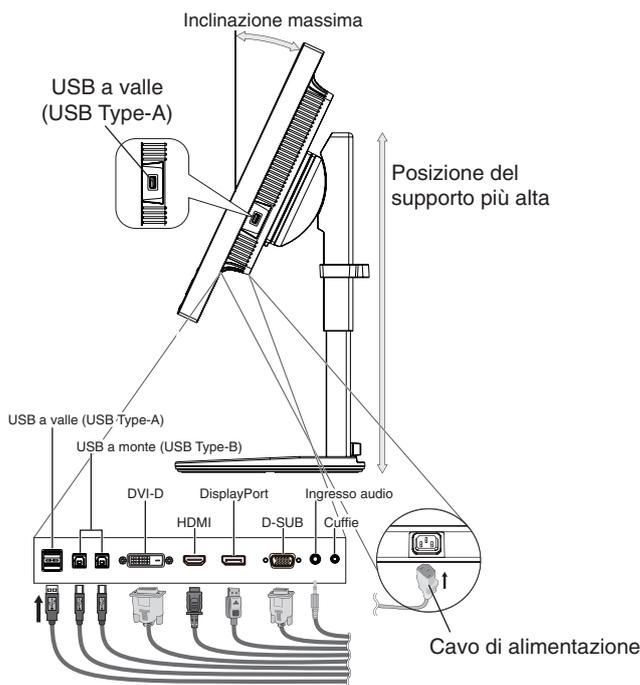
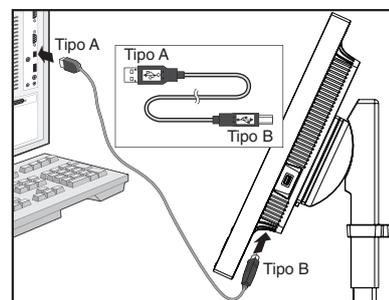

Figura C.1
Figura C.1a
4. Collegare tutti i cavi ai connettori appropriati (**Figura C.1**). Utilizzando un cavo USB, collegare il connettore tipo B alla porta upstream USB sul lato posteriore del monitor e il connettore tipo A alla porta downstream sul computer (**Figura C.1a**). Se si utilizza il cavo di un dispositivo USB, inserirlo in una delle porte downstream del monitor.